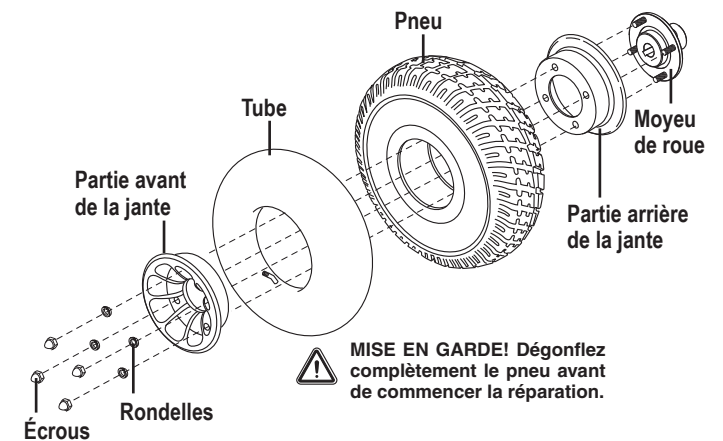

Figure 23. Roue de traction pneumatique pièces
8. Retirez les écrous et rondelles qui retiennent les deux parties de la jante ensemble. Voir la figure 23.